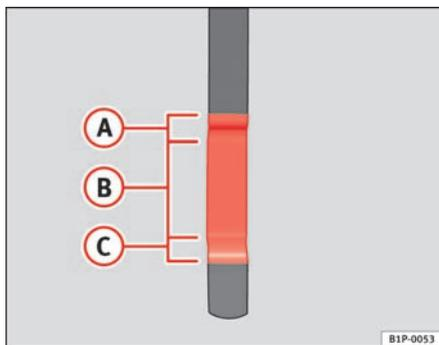

Fig. 144 Asta di misurazione livello olio motore.
- In seguito, estrarla di nuovo e controllare il livello dell'olio ⇒ fig. 144. Se necessario, rabboccare dell'olio motore.